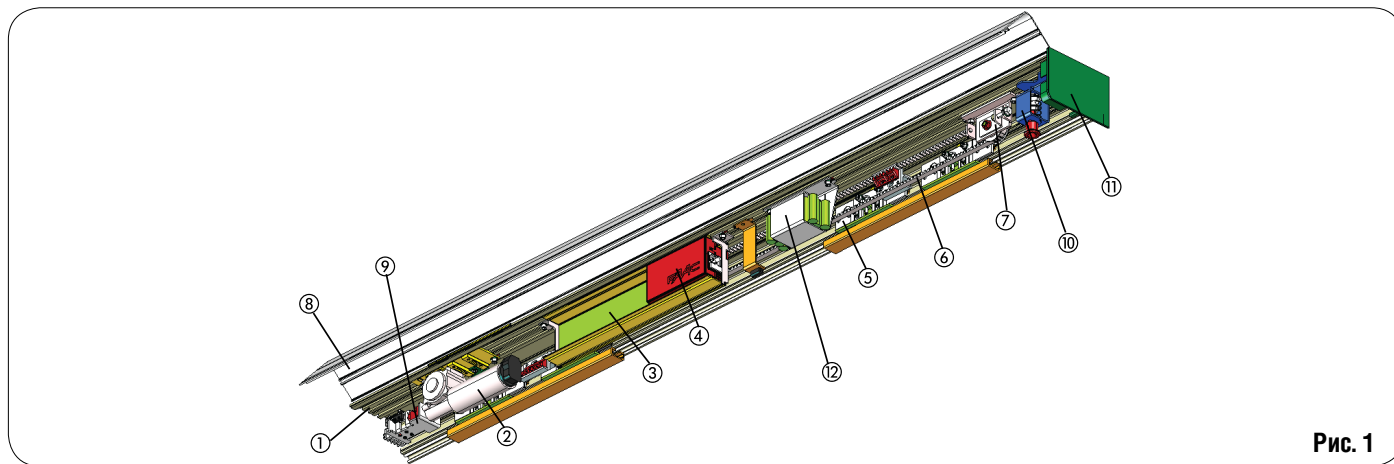

Рис. 1
Система автоматического привода (рис.1) состоит из следующих позиций:
- Несущий профиль задней стенки привода (рис.1 об. 1).
- Узел с электромотором (рис. 1 об. 2)
- Блок управления (рис. 1 об. 3)
- Автоматический узел подачи питания (рис. 1 об. 4)
- Опорные каретки створок (рис.1 об. 5) Каретки имеют 2 ролика с шариковыми подшипниками, одно обратное опорный ролик в верхней части и систему настройки
- Приводной ремень (рис. 1 об. 6)
- Блок шкива передачи с механизмом регулировки натяжения (рис. 1 об. 7)
- Профиль крышки короба привода (рис. 1 об. 8) представляет собой алюминиевый профиль, предназначенный для закрытия узлов и блоков системы автоматического привода.
- Боковые крышки (рис.1 об. 9) закрывают систему привода с торцов.
- Электромеханический замок (рис. 1 об. 10) (аксессуар)
- Замок обеспечивает механическое запираение створок двери в закрытом положении. Замок может использоваться для одностворчатых и двухстворчатых дверей. Электромеханический замок поставляется с устройством внутреннего размыкания (рис.1 об. 11) и используется для аварийного открытия дверей. В случае необходимости к замку может быть подключен внешний размыкатель. Замок устанавливается непосредственно на мотор привода, запирая его автоматически в закрытом положении.
- Батарея резервного питания (рис. 1 об. 12) (аксессуар).